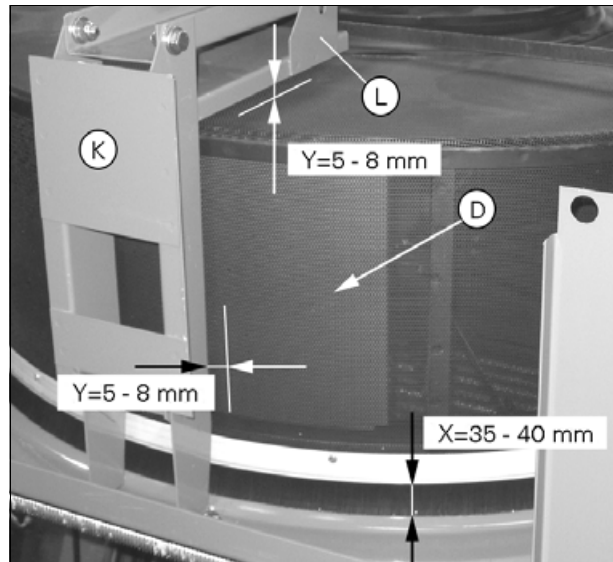

Рис. 8.
1. При помощи регулировочных гаек (А) и (В) отрегулируйте вращающееся решето в осевом направлении по отношению к задней раме. Величина зазора (Х) *рис. 8* должна находиться между 35 и 40 мм.
2. Убедитесь, что зазор (Х) *рис. 8* является одинаковым по всей окружности вращающегося решета. При необходимости выполните регулировку при помощи зажимного приспособления (С).